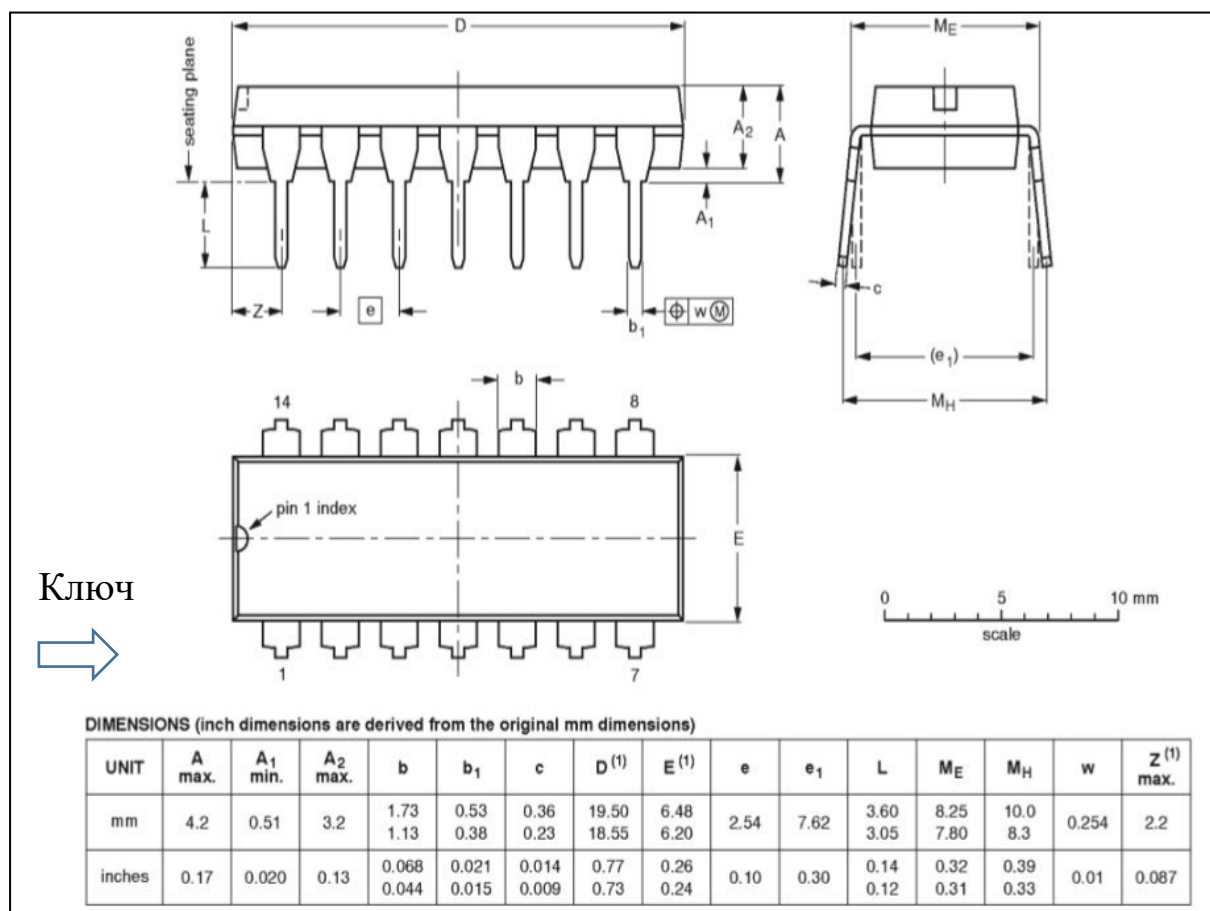

Рис. 1.41. Чертеж типичной микросхемы в *DIP*-корпусе
1) у подобного компонента имеется «ключ» – вырез с одной из сторон. Он необходим для ориентации микросхемы (рис. 1.41);